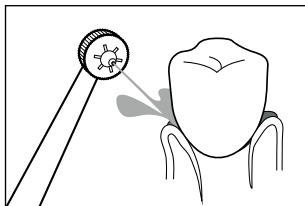
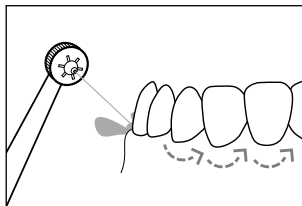

Fig. 8
Fig. 9
- ◆ Para la limpieza, dirija el chorro de agua hacia los espacios interdetales y los bordes de los dientes. Sostenga el cabezal **2** de forma que el chorro de agua pueda eliminar los restos de comida de la encía (consulte la fig. 8). Mueva el cabezal **2** lentamente a lo largo de los bordes de los dientes de un espacio interdental al siguiente (consulte la fig. 9). Limpie de esta manera todas las caras exteriores e interiores de los dientes.